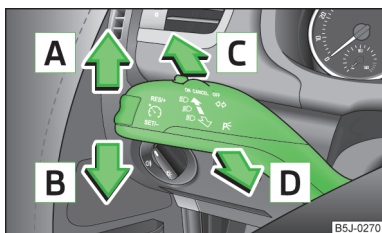

Fig. 25
- Presionar la palanca hacia adelante para conectar la luz de carretera » fig. 25 de la página 43.
- Tirar de la palanca » fig. 25 de la página 43 hacia el volante y, al mismo tiempo, desplazar hacia abajo y mantener en esta posición.
- Tirar de la palanca » fig. 25 de la página 43 hacia el volante y, al mismo tiempo, desplazar hacia arriba y mantener en esta posición.
- Presionar la palanca » fig. 25 hacia arriba **A** o hacia abajo **B**.
- Empujar la palanca » fig. 25 hacia adelante en la dirección de la flecha **C**.
- Tirar de la palanca » fig. 25 hacia el volante (posición de suspensión elástica) en la dirección de la flecha **D**; se encienden la luz de carretera y el testigo de control en el cuadro de instrumentos.
- Presionar la palanca » fig. 25 de la página 43 hacia arriba o hacia abajo; se conectará la luz de posición en el lado derecho o izquierdo del vehículo.